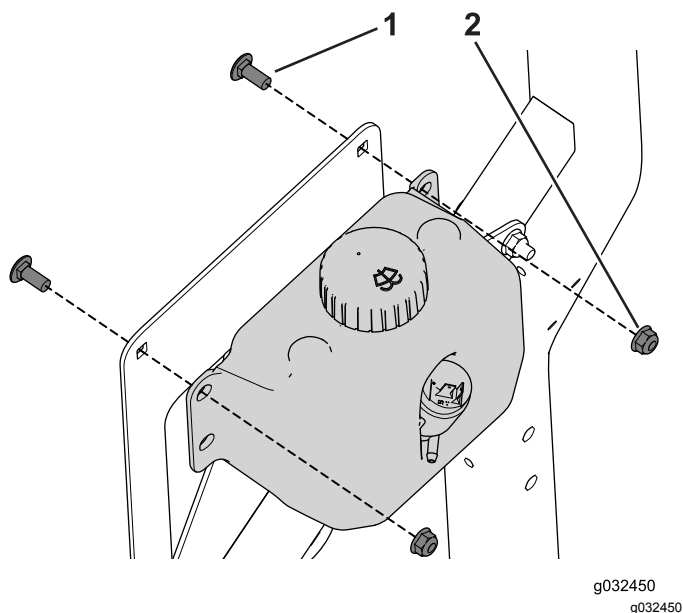

Bild 34
3. Befestigen Sie den Behälter für die Scheibenwaschanlage mit den zwei Schlossschrauben (5/16" x 3/4") und Bundmutter an der Halterung (Bild 34).